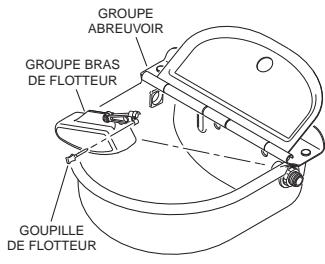
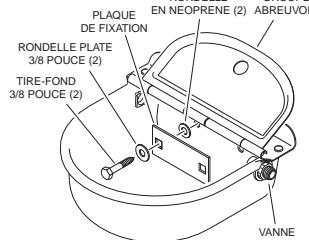

Figure 1
Figure 2
- Pour pouvoir accéder aux orifices de fixation, démontez la goupille du flotteur et le groupe flotteur - bras de l'abreuvoir (voir Figure 1).
- Percez deux trous aux deux (2) emplacements marqués.
- Mettez l'abreuvoir en place suivant l'illustration (voir Figure 2 ou 3).